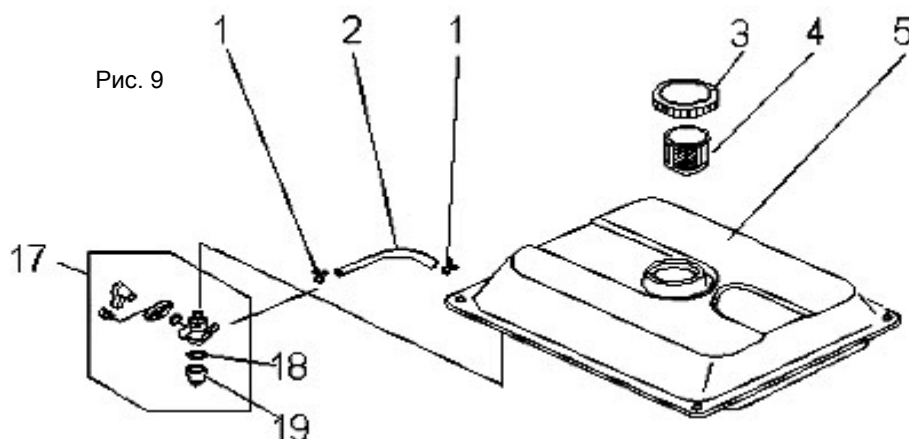

Рис. 9
2. Снять крышку бензобака (поз.4 рис.9) и колпачок крана подачи бензина (поз.19 рис.9), стараясь не повредить уплотнения. Слить остатки топлива во вспомогательную емкость.
3. Удалить загрязнения с фильтров (поз.18 и поз.4 рис.9) промыванием в легком растворителе (типа №646) и продувкой. Высушить фильтры и установить их на место.
демонтированными топливными фильтрами. Особое внимание обратить на топливный шланг (поз.2 рис.9).
2. Удалить или полностью выработать имеющуюся в баке топливную смесь. Слив производить, сняв колпачок (поз.19 рис.9) крана подачи топлива.